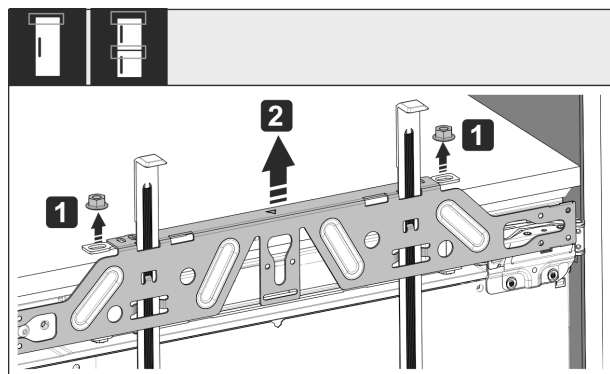

Fig. 55
- Svitare i controdati Fig. 55 (1).
- Togliere la traversa di fissaggio Fig. 55 (2).